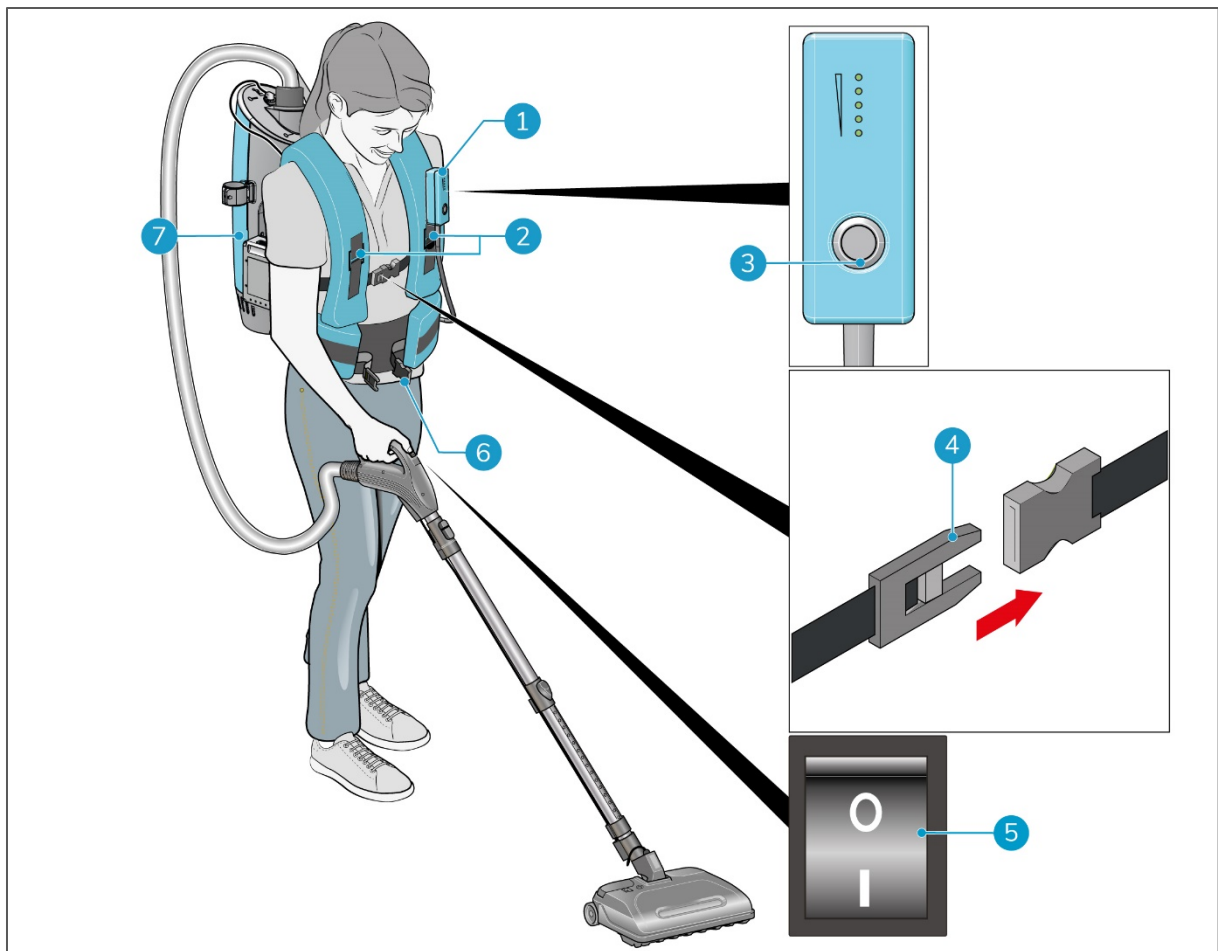

Figure 19
11. Placez l'i-move 2.5B® sur votre dos (Figure 19, pos. 7).
12. Fermez la ceinture, ajustez-la jusqu'à ce qu'elle s'adapte confortablement (Figure 19, pos. 6).
13. Serrez les 2 boucles jusqu'à ce qu'elles s'adaptent confortablement (Figure 19, pos. 2).
14. Attachez la boucle à l'avant (Figure 19, pos. 4).
15. Clipsez la télécommande sur la ceinture ou sur l'un des passants de la boucle (Figure 19, pos. 1).
16. Appuyez sur l'interrupteur MARCHÉ/ARRÊT (Figure 19, pos. 3) pour allumer l'i-move 2.5B.
17. Appuyez sur l'interrupteur MARCHÉ/ARRÊT (Figure 19, pos. 5) pour allumer l'i-brush®, l'i-brush fonctionne mieux si aucune pression n'est appliquée sur la brosse.
1. Appuyez sur l'interrupteur MARCHÉ/ARRÊT (Figure 19, pos. 5) pour éteindre l'i-brush.
2. Appuyez sur l'interrupteur MARCHÉ/ARRÊT (Figure 19, pos. 3) pour éteindre l'i-move 2.5B®.
3. Détachez la boucle (Figure 19, pos. 4) à l'avant.
4. Détachez les deux boucles (Figure 19, pos. 2).
5. Ouvrez la ceinture (Figure 19, pos. 6).
6. Retirez la télécommande de la ceinture ou de l'un des passants de la boucle (Figure 19, pos. 1).